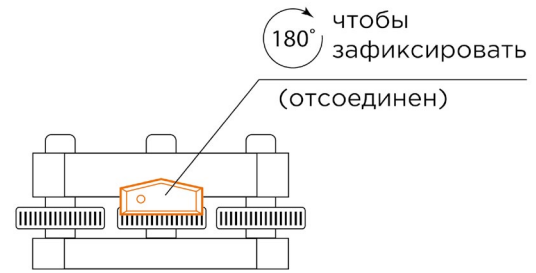

Рис. 6-2
2. Придерживая тахеометр за транспортировочную ручку, откройте замок трегера. В открытом положении выступающая часть замка трегера направлена вверх (рис. 6-2).